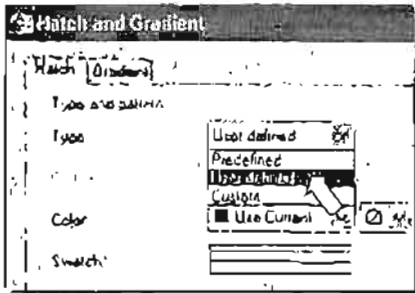

Рис. 7.32. Выбор опции User defined
2. Щелкните кнопку **HATCH** (ШТРИХОВКА) на панели инструментов **Draw** (Рисование). В появившемся диалоговом окне **Hatch and Gradient** (Штриховка и градиенты) вкладка (см. рис. 7.21) выберите из раскрывающегося списка **Type** (Тип) значение **User defined** (Пользовательский тип) (рис. 7.32).